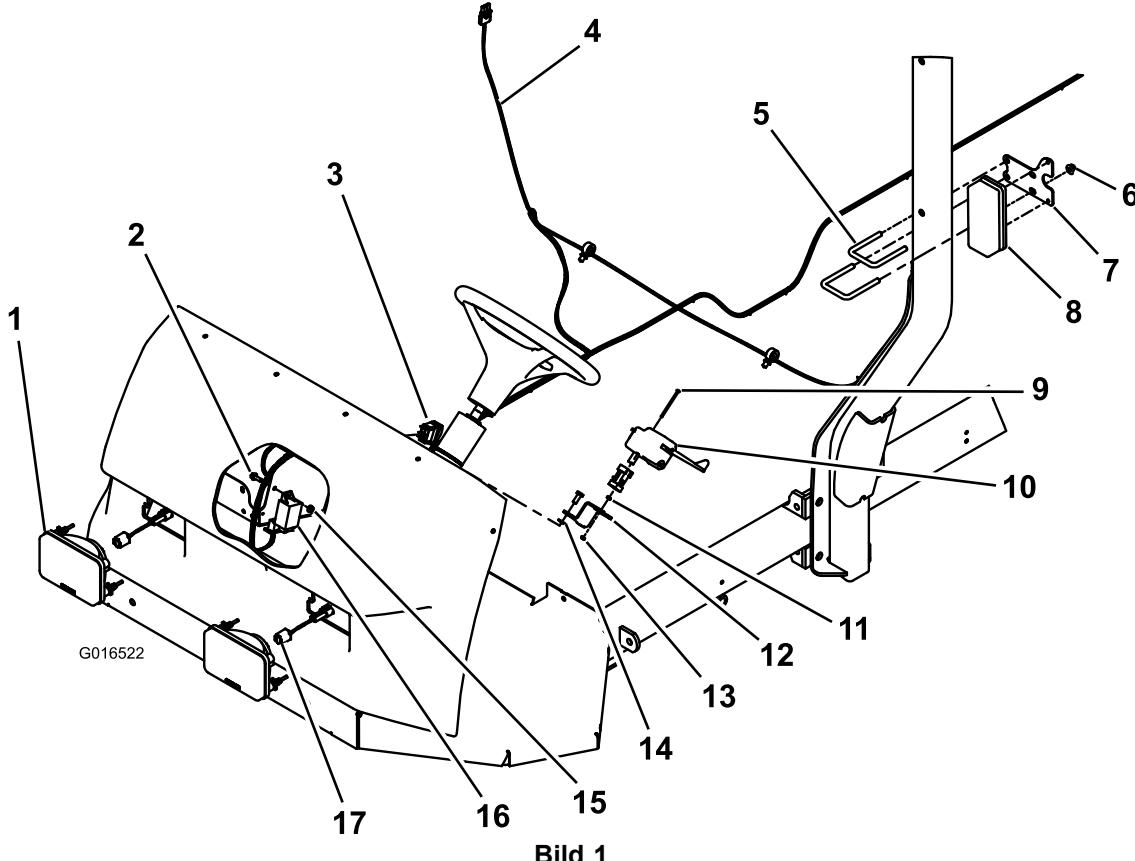

Bild 1
3. Setzen Sie die zwei neuen Hauptscheinwerfer ein (Bild 1) und befestigen Sie sie mit den in Schritt 2 entfernten Befestigungen.
Befestigen Sie ein Positionslicht an jeder Seite des Überrollbügels; der Abstand sollte 147 cm vom Boden bis zur Oberkante der Halterung sein, wie in Bild 1 dargestellt.
1. Entfernen Sie die zwei Schrauben an der linken Seite der Lenksäule (Bild 1).
Befestigen Sie das Blinkermodul mit einem Bundbolzen und einer Bundmutter (Bild 1).